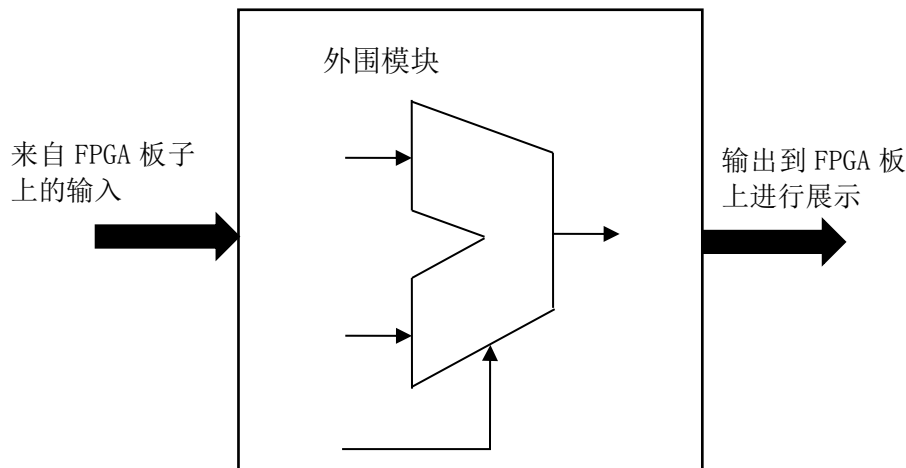

图 5.2 ALU 设计实验的顶层模块大致框图
6. 将以上设计作为一个单独的模块，设计一个外围模块去调用该模块，见图 5.2。外围模块中需调用封装好的 LCD 触摸屏模块，显示 ALU 的两个源操作数、操作码
- 5) 如果对 FPGA 板了解的话，可确定设计中与 FPGA 板上交互的接口，画出包含外围模块的整体设计框图，即补充完善图 5.2。